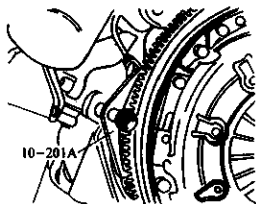

图 2-45 固定飞轮
1) 用专用工具 10-201A 固定飞轮, 以旋松和拧紧飞轮固定螺栓, 如图 2-45 所示。